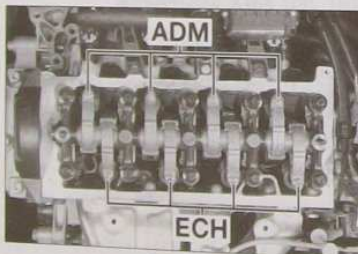

FIG. 28
- Procéder de la même manière en amenant successivement les soupapes d'échappement des cylindres n°3, 4 et 2 en pleine ouverture et contrôler les soupapes correspondantes en respectant l'ordre préconisé dans le tableau suivant (Fig.28).